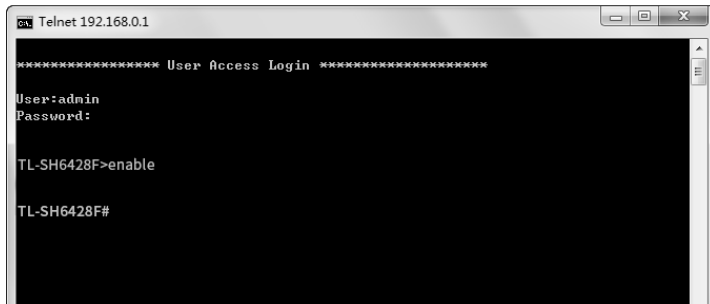

图4-7 进入特权模式
4. 输入enable后回车以进入特权模式,如图4-7所示。